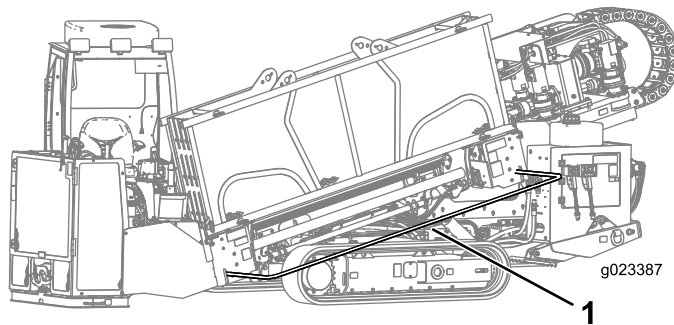

Figura 70
4. Abaixue a barra de segurança de pedestres e fixe-a em sua posição (Figura 70).